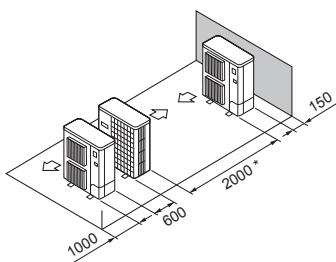

Fig. 2-17
- ⑤ Opstelling met één parallel apparaat (Fig. 2-17)